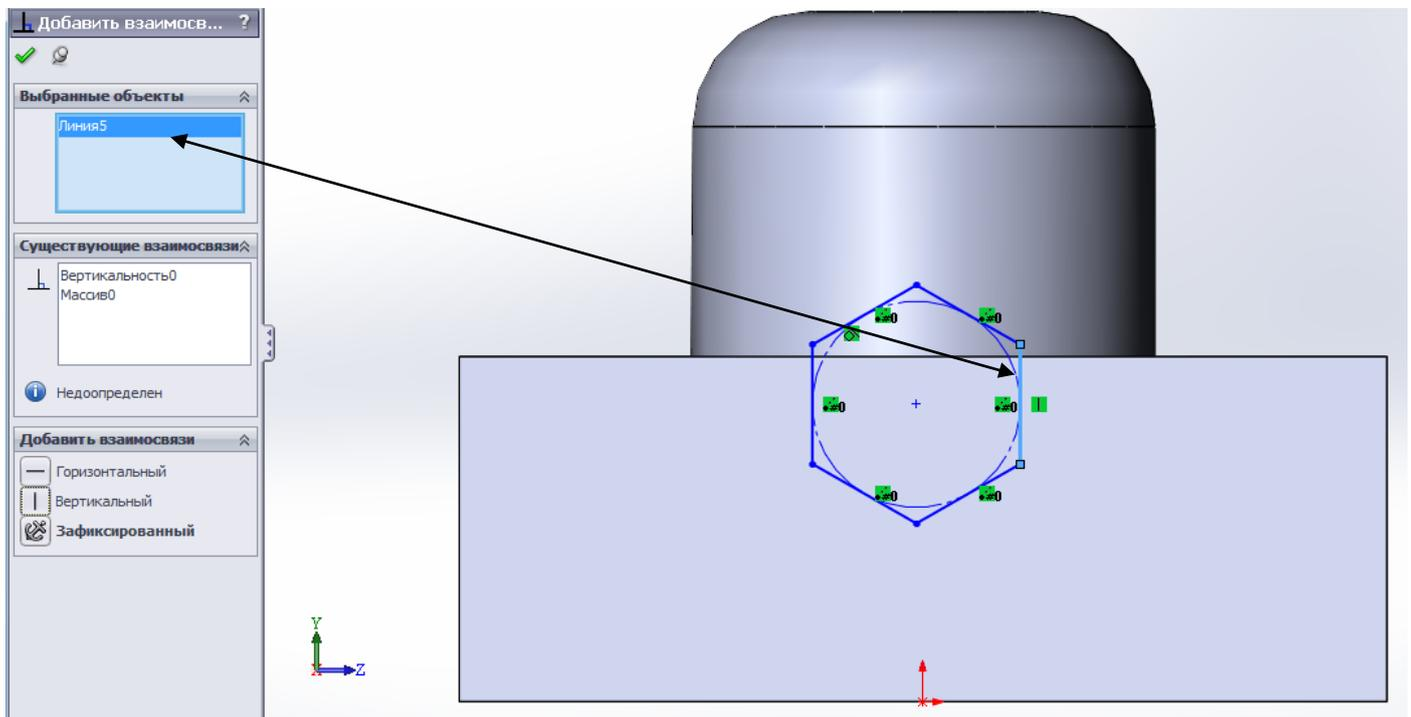

Рис. 1.26. Установление взаимосвязи “Вертикальный” для одной из сторон многоугольника.
8.4. Для указанного объекта необходимо выполнить взаимосвязь элементов многоугольника для определения его ориентации в плоскости. Для этого необходимо активизировать функцию “Добавить взаимосвязь:”, нажатием левой кнопки мыши на одну из кромок шестиугольника установить взаимосвязь “Вертикальный”, как указано на рис. 1.26.